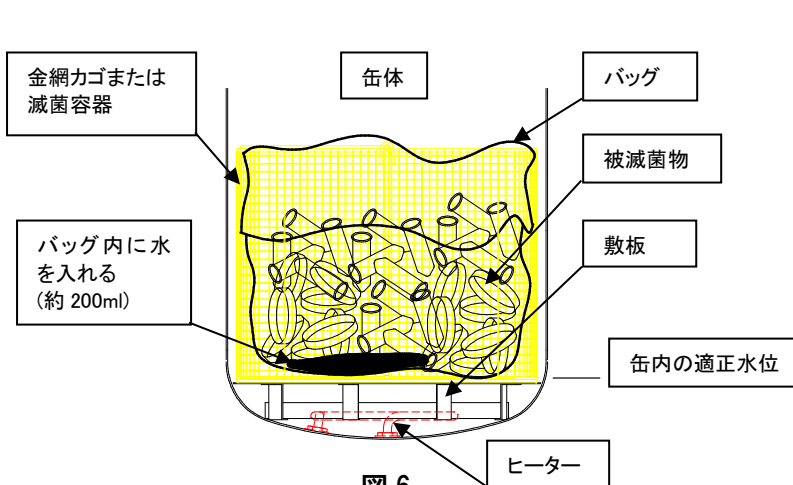
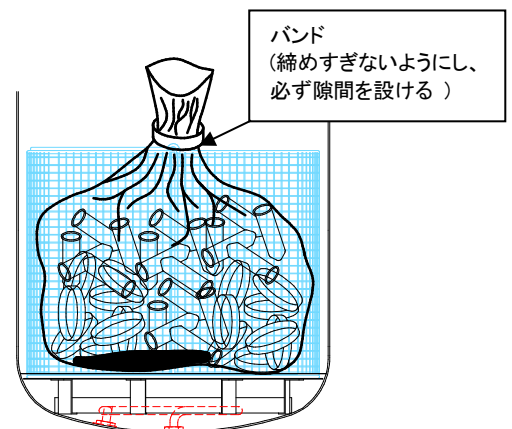

図 6
図 7
折り返したバッグ容積の 60%程度の内容量にとどめてください。(図 6)
- ❗ バッグの口は必ず開いてください。(図 6、図 7)
- ❗ 確実な滅菌の為にバッグに 200ml 程度の水を入れてください。(図 6)